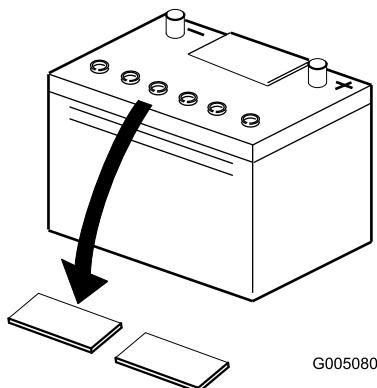

Figura 4
- Limpe a parte superior da bateria e retire as protecções das aberturas de ventilação (Figura 4).